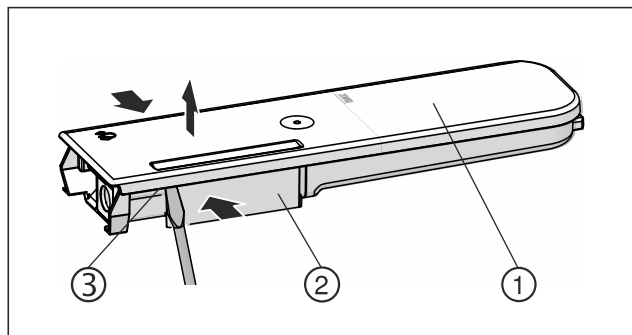

Fig. 135
- Presați rezervorul de apă Fig. 135 (2) împreună și trageți cu grijă capacul Fig. 135 (1) peste ciocurile opri-toare Fig. 135 (3) și trageți-l în sus.
- Mișcați ușor capacul Fig. 135 (1) înainte și înapoi și scoateți-l în sus.